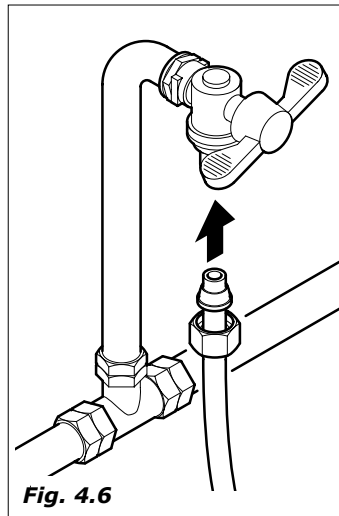

Fig. 4.6
- conecten el grifo al distribuidor, utilizando para ello un tubo en nylon apto para alimentos y que pueda soportar la presión de red. Si se utiliza un tubo flexible hay que montar en su interior el casquillo de refuerzo entregado con el equipo (Fig. 4.6).